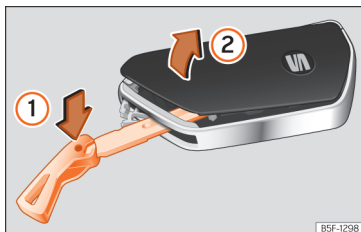

Fig. 70 Chave do veículo: abrir a tampa do compartimento da pilha.
- Introduza o palhetão na ranhura >>> Fig. 70, pressione no sentido da seta ① e solte a tampa fazendo alavanca ②.